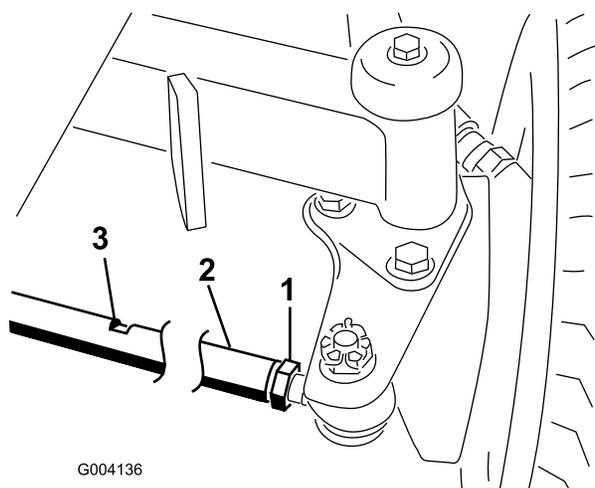

Bild 71
2. Lösen Sie die Klemmmutter an jedem Ende der Zugstange (Bild 71).